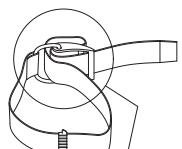

图2-4
1. 旋转扣环, 直到卡入打开位置。如图(图2-4 )所示, 将条带绕着塑料扣环滑动, 在将条带夹紧在气瓶上的适当位置之前润湿条带, 并调整长度(图2-7)。